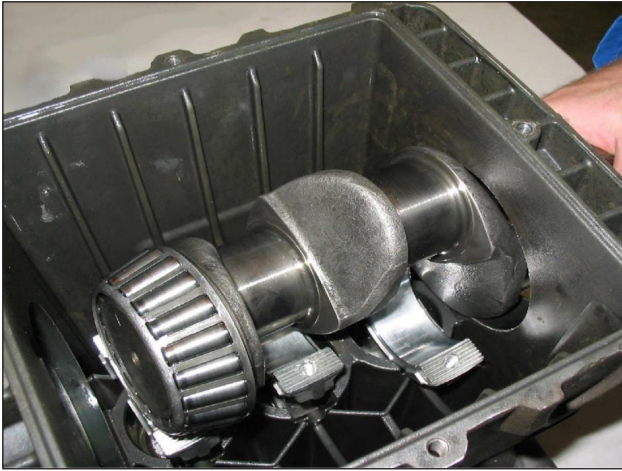

Abb. 4
- Schieben Sie die Pleuelführungen mit den entsprechenden Pleuelstangen nach vorn, um das seitliche Herausziehen der Pumpenwelle zu erleichtern, siehe Abb. 4.